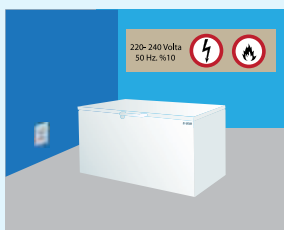

FIGURA 2
- Il vostro surgelatore è stato regolato sulla base di 220-240 volt, 50 Hz. L'uso di tensioni diverse può danneggiare il vostro surgelatore e provocare un incendio. (Figura 2)